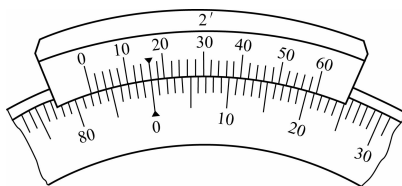

图 1-34 游标万能角度尺读数示例
- (3)图 1-34 所示的游标万能角度尺的读数是\_\_\_\_\_。